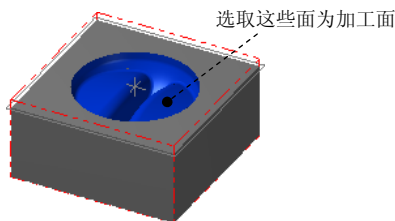
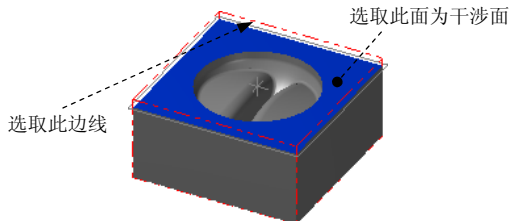

图 4.18 选取加工面
图 4.19 选取干涉面
Step2. 设置加工区域。在图形区中选取图 4.18 所示的曲面（共 36 个），然后按 Enter 键，系统弹出“刀具路径的曲面选取”对话框。单击 **干涉面** 区域中的  按钮，选取图 4.19 所示的面为干涉面，然后按 Enter 键。单击 **边界范围** 区域中的  按钮，系统弹出“串连选项”对话框，采用“串连方式”选取图 4.19 所示的边线，单击两次  按钮完成加工面的选取，同时系统弹出“曲面精加工浅平面”对话框。